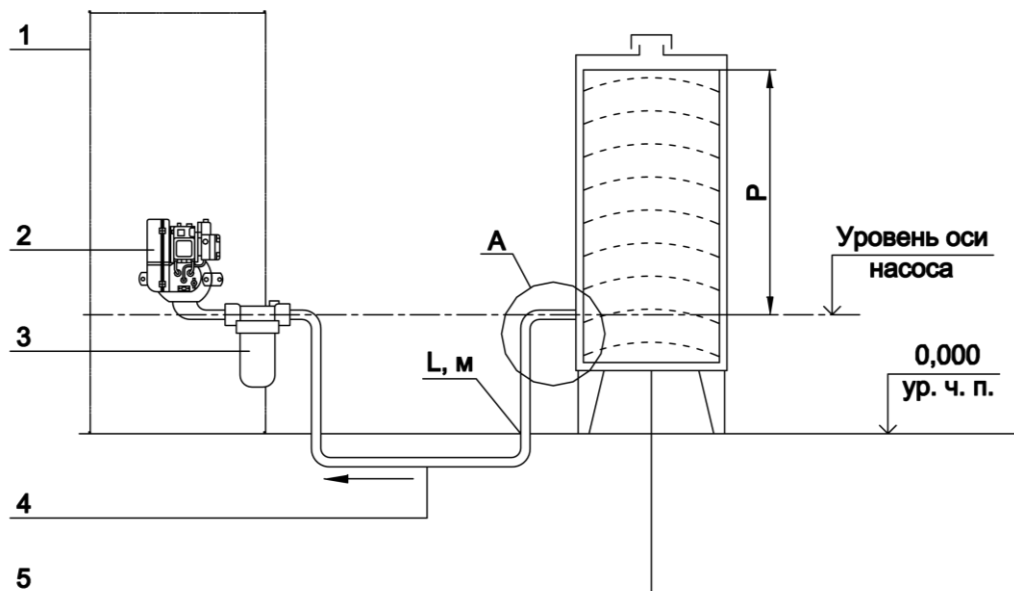

Рис. 26.
4.6. Выбор трубопровода по его параметрам, таким как внутренний диаметр, длина трубы, зависит от уровня расположения бака т.р. относительно котла, схемы которых показаны на рис. 26., 27.